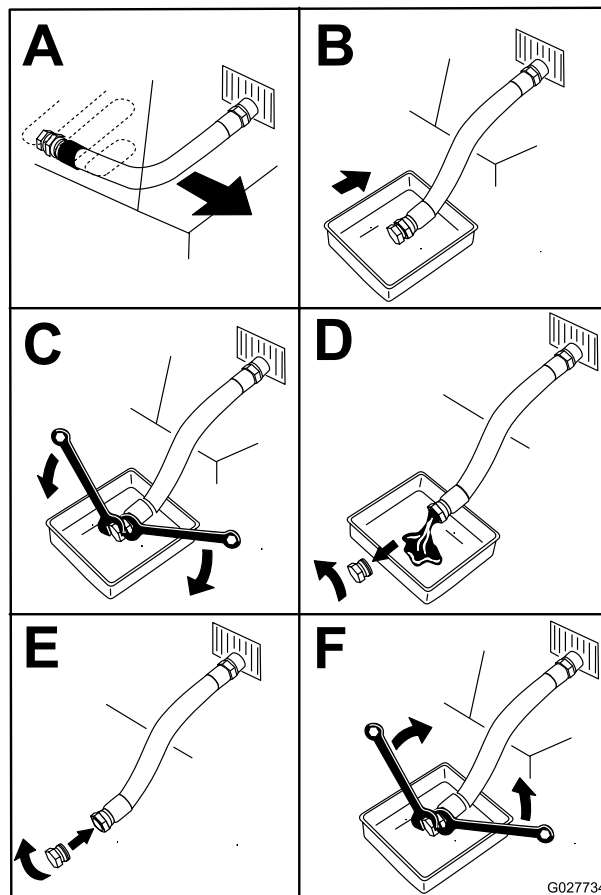

Figure 47
3. Avant de quitter la position de conduite, coupez le moteur, enlevez la clé de contact et attendez l'arrêt complet de toutes les pièces mobiles (Figure 47).